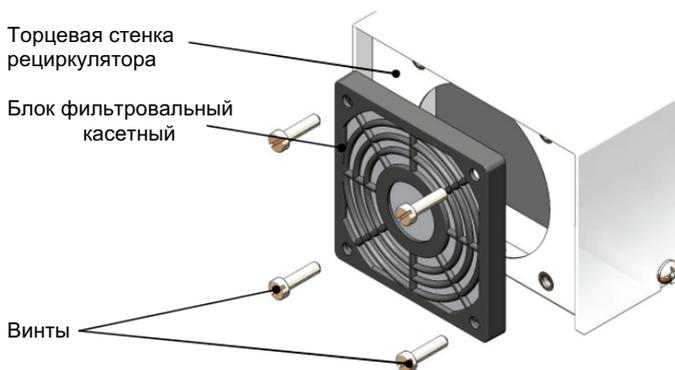

Рис. 4
- Снять блок фильтровальный, открутив 4 винта М5×18 (Рис. 4).